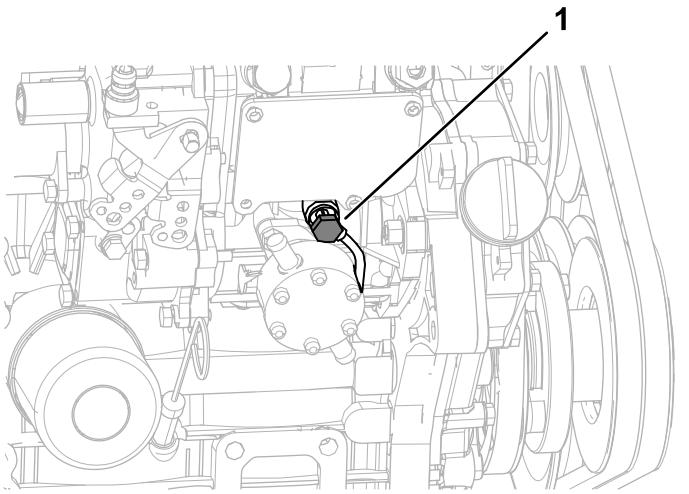

図 65
6. 燃料噴射ポンプのエア抜きねじを開ける 図 65。
8. エアブリードねじを締め付ける 図 65。